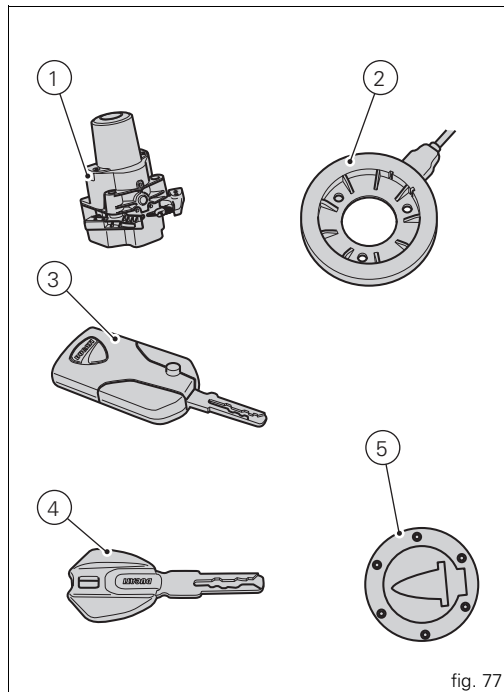

fig. 77
El key-on se produce presionando el pulsador (6) del manillar en el conmutador derecho o presionando el pulsador de emergencia (7) en el bloque Hands free (1, fig. 77).
El key-off se realiza presionando el pulsador (6) del manillar en el conmutador derecho o presionando el pulsador (7) en el Hands free (1, fig. 77).
El key-on es posible sólo en presencia de una de las dos llaves (3, fig. 77) o (4, fig. 77), sino mediante el pin code.
El key-off es posible incluso sin la presencia de la llave (3, fig. 77) o (4, fig. 77).
La llave activa (3, fig. 77) con batería descargada se comporta como si fuese una llave pasiva (4, fig. 77). El salpicadero señala el estado de la batería descargada.
El key-on se obtiene presionando la tecla roja (6) del manillar en posición ENCENDIDO / APAGADO HANDS FREE y con la presencia de la llave activa (3, fig. 77).
La llave activa (3, fig. 77) tiene un radio de acción de aproximadamente 1,5 m, por lo tanto puede funcionar dentro de este radio.
El key-off se obtiene presionando la tecla roja (6) del manillar en posición ENCENDIDO / APAGADO HANDS FREE, incluso sin la presión de la llave (3, fig. 77) cuando la velocidad del vehículo es igual a cero.
El key-on se obtiene presionando el pulsador (7) en el bloque Hands free (1, fig. 77) y con la presencia de la llave activa (3, fig. 77).
El key-off se obtiene presionando el pulsador (7) en el bloque Hands free (1, fig. 77) incluso sin la presencia de la llave (3, fig. 77).
El key-on se obtiene presionando la tecla roja (6) del manillar en posición ENCENDIDO / APAGADO HANDS FREE y con la presencia de la llave pasiva (4, fig. 77).
La llave pasiva (4, fig. 77) tiene un radio de acción de pocos cm, por lo tanto la llave (4, fig. 77) debe estar cerca de la antena (2). Para acceder a la antena (2) quitar el asiento (ver "Desmontaje asiento" en la página 119).
El key-off se obtiene presionando la tecla roja (6) del manillar en posición ENCENDIDO / APAGADO HANDS FREE, incluso sin la presencia de la llave (4, fig. 77) cuando la velocidad del vehículo es igual a cero.
El key-on se obtiene presionando el pulsador (7) en el bloque hands free y con la presencia de la llave pasiva (4, fig. 77).
El key-off se obtiene presionando el pulsador (7) en el bloque hands free incluso sin la presencia de la llave (4, fig. 77).
El key-on se obtiene presionando el pulsador (7) en el bloque hands free (1, fig. 77) sin la presencia de las llaves (3, fig. 77) y (4, fig. 77) e introduciendo el pin code en el salpicadero.